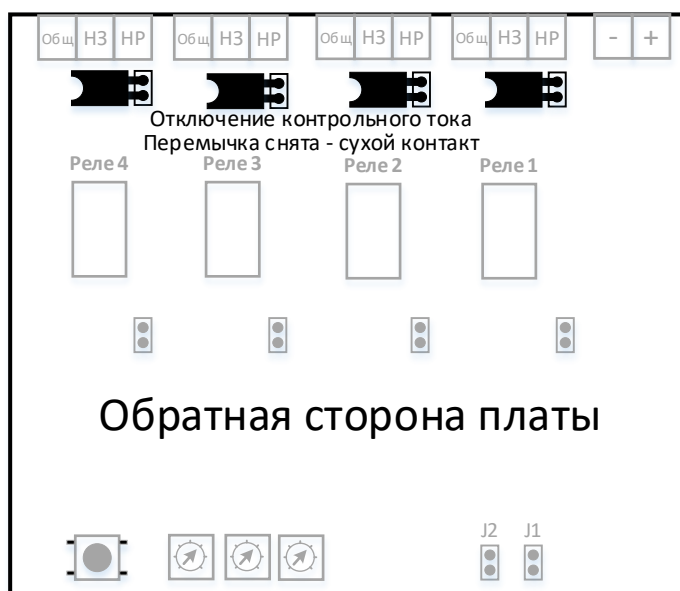

Рис.3. Расположение джамперов отключения контрольных цепей от клемм реле.
2.1.3. При необходимости отключения контроля цепей (режим «сухой контакт») следует удалить джамперы на обратной стороне платы, как показано на рис.3.